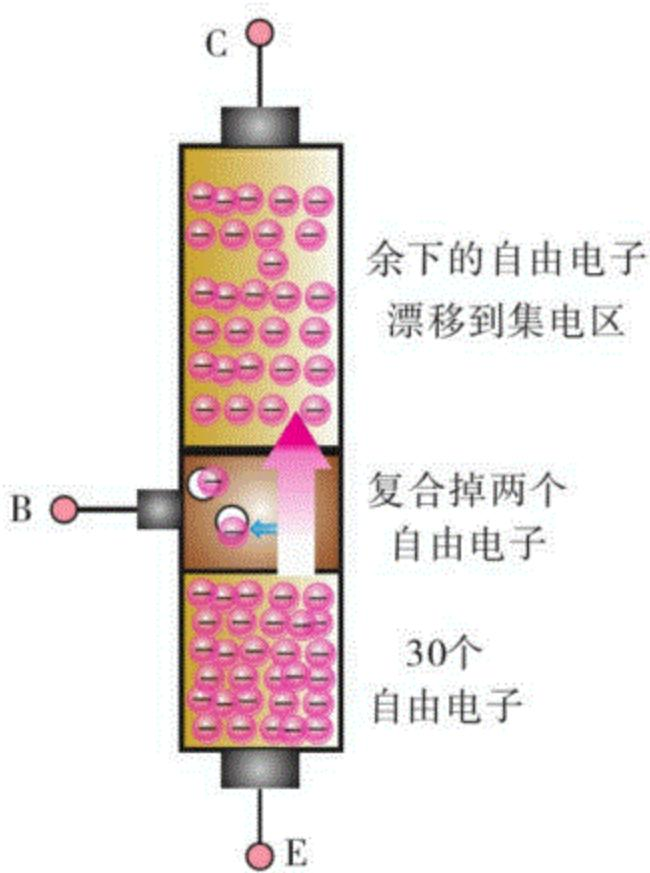

图9.12 三极管电流关系示意图
- ①发射极电流由发射区的自由电子扩散形成，发射极电流的大小取决于扩散到基区的自由电子的数量。
- ②基区内空穴与自由电子的复合形成基极电流，基极电流的大小取决于复合的空穴数量。
- ③集电极电流是基区内余下自由电子漂移形成的（参见图9.12所示的示意图），集电极电流的大小取决于漂移到集电区的自由电子数量。